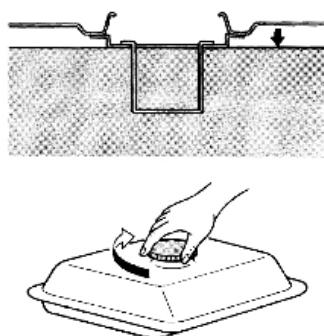

Рис.6
- Якщо рівень палива надто низький, заправте генератор неетилованим бензином (Рис.6).